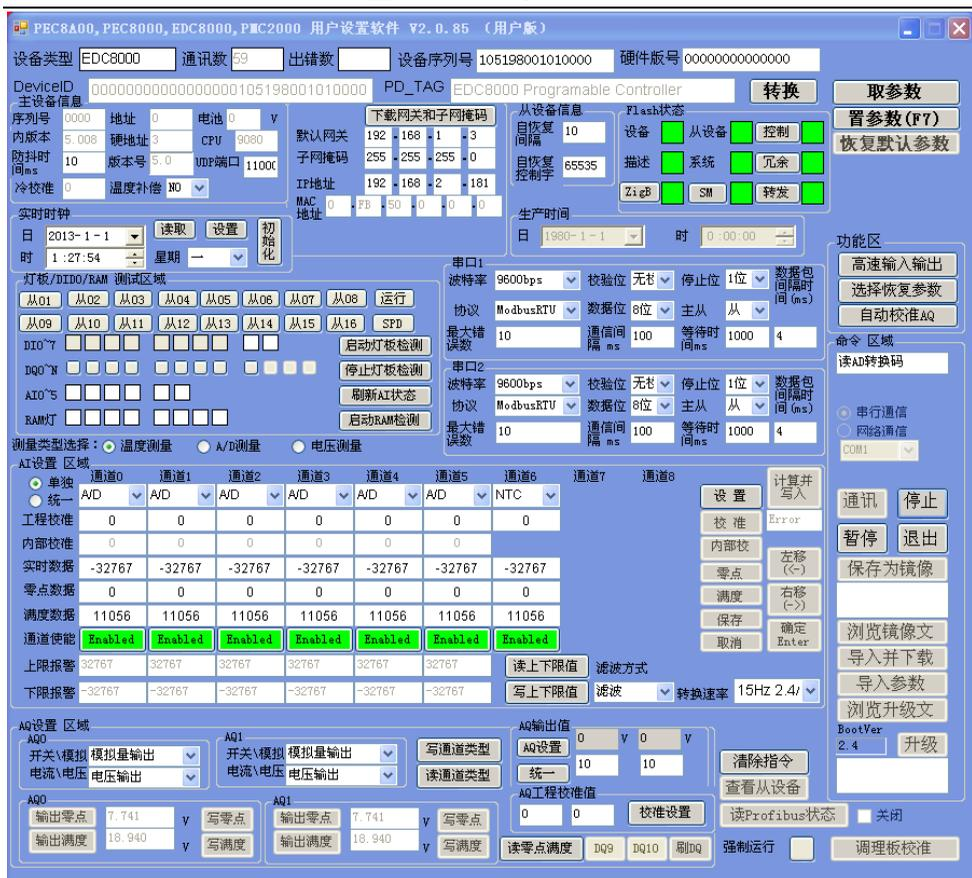

图 6-1-2 EDC8000 用户设置软件
(2) 启动设置软件：启动 EDC8000 用户设置软件，进入如图 6-1-2 所示界面，单击“通信”按钮。设置软件连接控制器，读取控制器系统参数，进入参数设置状态。
(3) 参数设置：点击“取参数”按钮，将控制器现在运行的参数显示在软件界面上。“置参数”按钮则将软件界面中的已经修改的参数下载至控制器中，完成对控制器系统参数的设置。“恢复默认参数”是将控制器的所有参数恢复至出厂的设置。
(4) 查看状态参数：设备状态参数包括硬地址信息，电池信息，温度补偿，软件版本号等。
(5) 退出调试模式：设置完成后，取消短接线，并重新上电，控制器退出调试模式，进入正常工作状态。